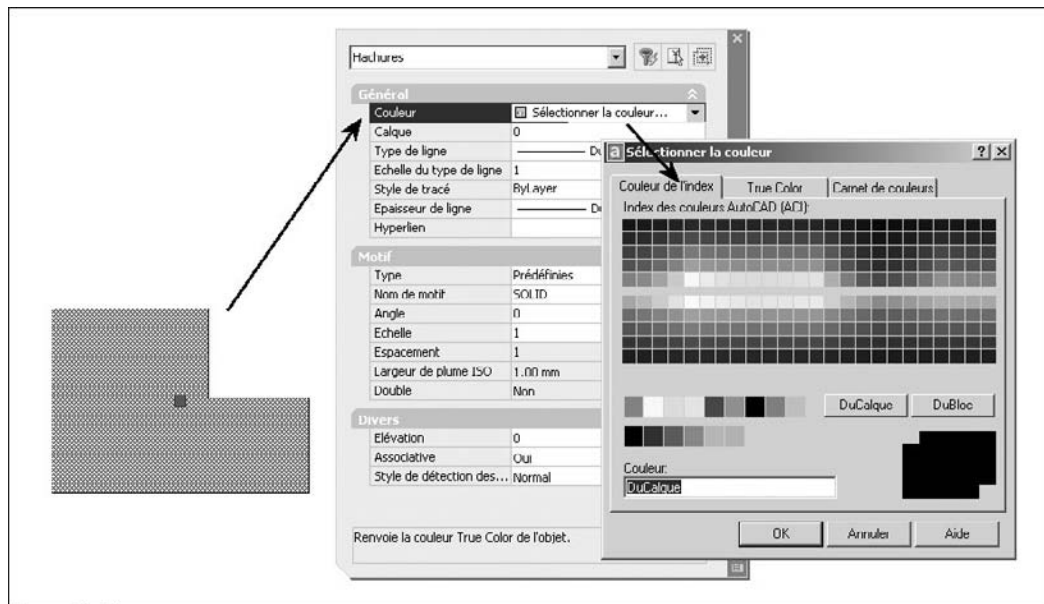

Fig.6.29
- 1 Exécuter la commande de modification de couleur à l'aide d'une des méthodes suivantes (fig.6.29) :